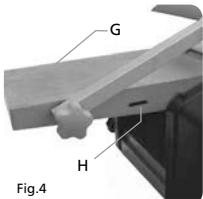

Fig.4
- Levante el brazo protector de cuchilla para que las muescas estén descubiertos (Fig. 4-G).